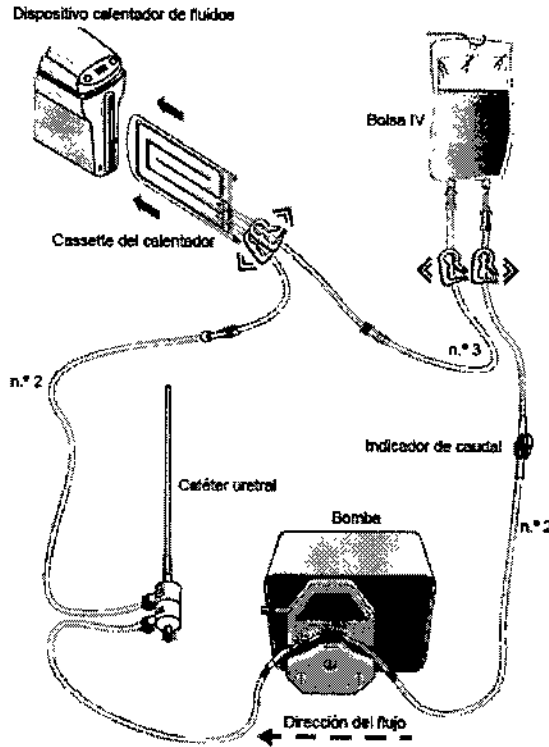

Fig 18. Urethral Warming Set. conexiones de tubos
16. ABRA cuidadosamente todas las pinzas del Tubo n.º 1 y el Tubo n.º 3 y las pinzas de los segmentos del tubo cercanos al Cassette del calentador. Consulte la ilustración de la Fig. 18.